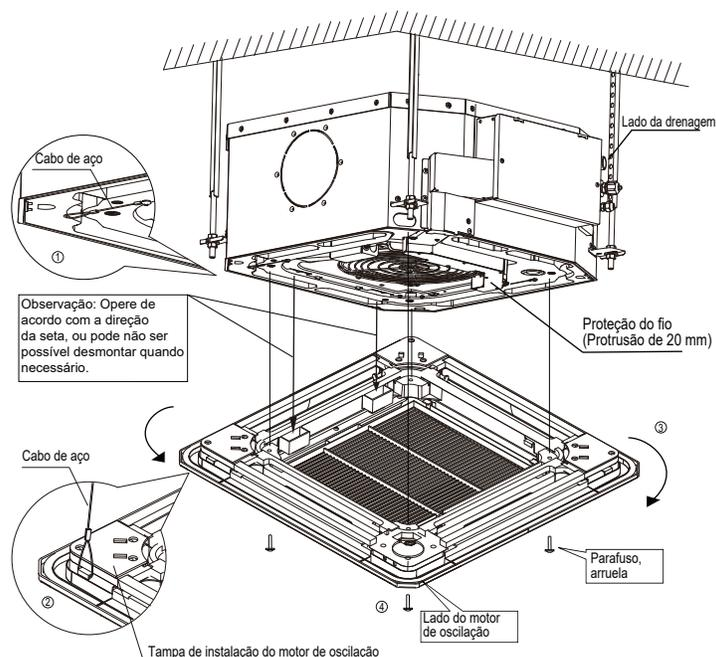

Figura 20
1. Alinhe o painel com o corpo da unidade na direção indicada pela seta (consulte a Figura 20).
4. Instale e prenda o painel no corpo da unidade com parafusos (M5X20) e arruelas (consulte a Figura 20, ④). Observe que a tampa de instalação do motor de oscilação deve descer até a bandeja de dreno correspondente.
6. Ajuste ligeiramente o painel na direção indicada pela seta, (consulte a Figura 20, ③), de forma que o centro do painel se alinhe com o centro da abertura no teto. Verifique se os ganchos nos quatro cantos estão firmes no lugar.